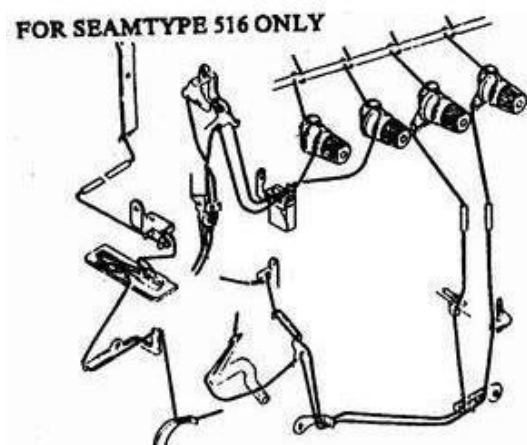

Рис.3
5. ЗАПРАВКА НИТЕЙ В МАШИНУ, РИС. 3,4.